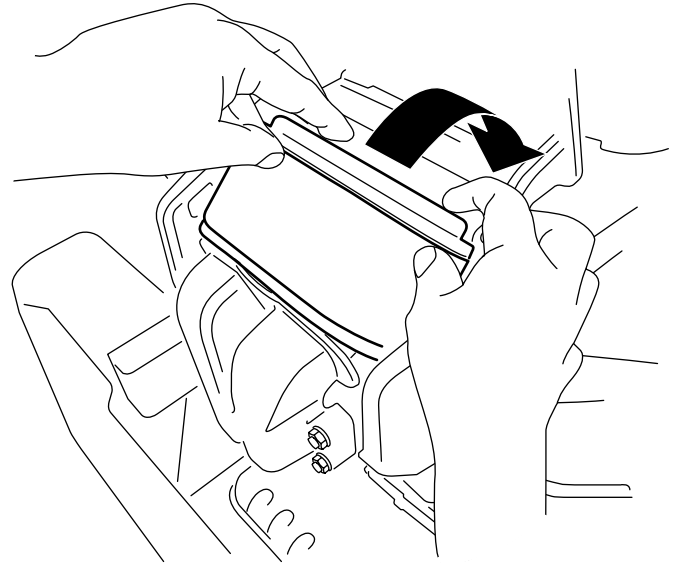

Figure 46
3. Tournez le filtre vers le bas dans la chambre et appuyez-le parfaitement contre le collecteur (Figure 46).